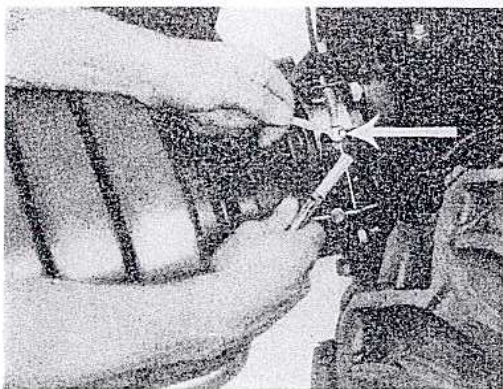

Fig. 21
3. Kontroller håndbremsen (3). Hvis den er for slakk må man stramme wiren ved hjelp av justeringsskruen (8). Se fig. 21.